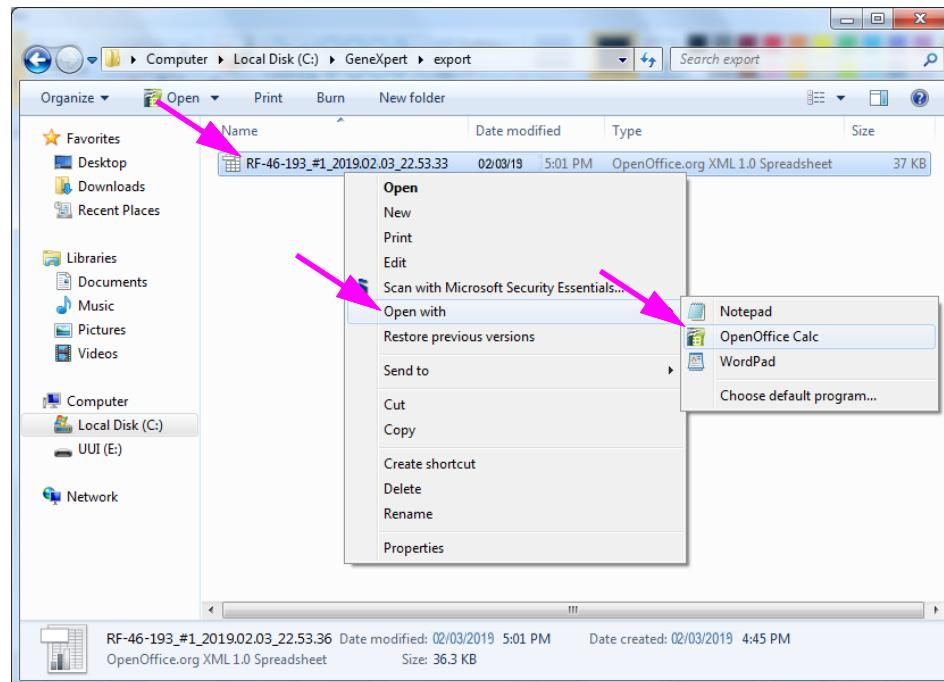

Figure 5-63. Ouverture d'un fichier .csv pour configurer AOO (exemple)
1. Dans le dossier GeneXpert de votre système, accédez au dossier **Export**. Faites un clic avec le bouton droit sur le fichier .csv que vous souhaitez ouvrir. Quand le menu déroulant s'ouvre, cliquez sur **Open with (Ouvrir avec)** et sélectionnez **OpenOffice Calc**. Consultez la Figure 5-63.